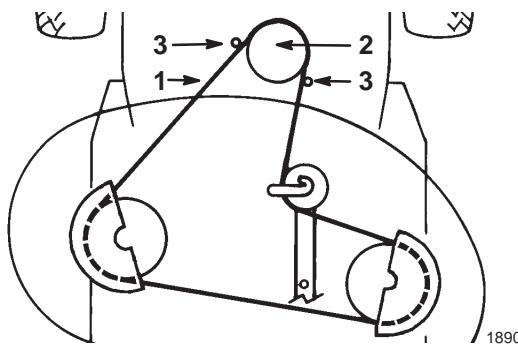

Bild 41
- 23.** Nehmen Sie den Mähwerkriemen von der unteren Motorscheibe ab (Bild 41).
8. Montieren Sie den Mähwerkriemen an der unteren Motorriemenscheibe (Bild 41).